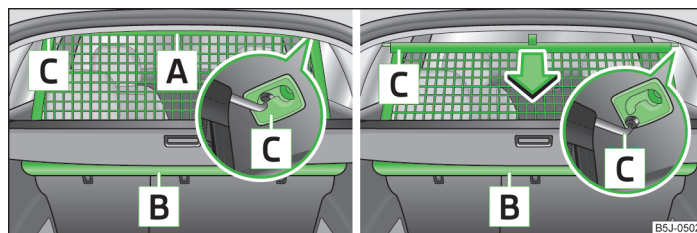
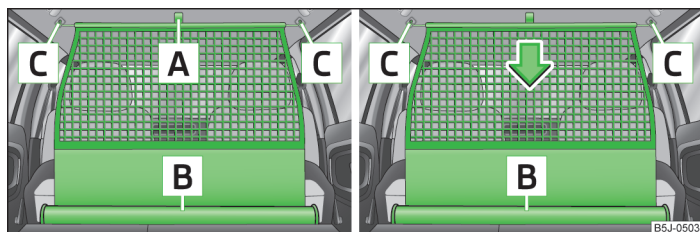

Fig. 53 Extraire/enrouler le filet de séparation
Fig. 54 Extraire/enrouler le filet de séparation
- Assurez-vous que la tige transversale soit bien enfoncée dans les logements **C** » fig. 53 à la page 67 ou » fig. 54 à la page 68 en position avant !
- Tirez le filet de séparation par la patte **A** » fig. 53 en direction des supports **C** pour le faire sortir de son boîtier **B**.
- Tirez légèrement sur la tige transversale vers l'arrière d'abord sur un côté puis sur l'autre et sortez la tige transversale des supports **C** » fig. 53.
- Tirez le filet de séparation par la patte **A** » fig. 54 en direction des supports **C** pour le faire sortir de son boîtier **B**.
- Tirez légèrement sur la tige transversale vers l'arrière d'abord sur un côté puis sur l'autre et sortez la tige transversale des supports **C** » fig. 54.